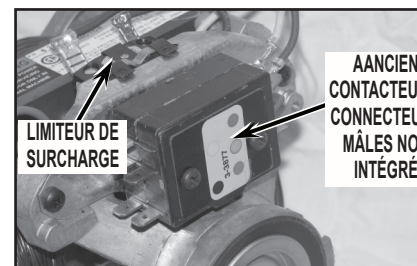

FIGURE 2A (MOTEUR DÉFECTUEUX)
4. Comparer et noter les différences entre le contacteur du moteur défectueux et le contacteur du moteur de rechange neuf. Voir les *Figures 2A, 2B et 2C*. Si les contacteurs sont identiques, monter simplement le moteur dans l'ordre inverse de dépose du moteur défectueux. Si tel n'est pas le cas, passer à l'étape 5.